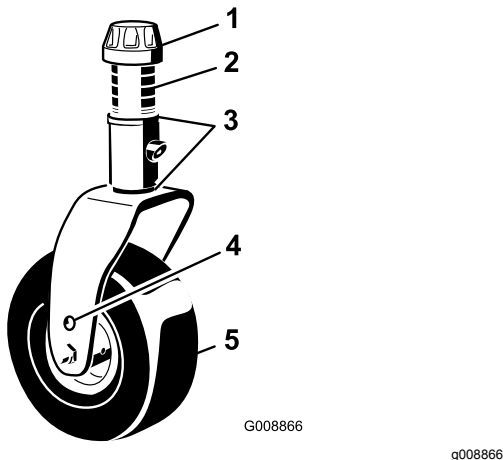

Bild 105
- Entfernen Sie die Spannkappe von der Spindelwelle und ziehen die Spindel aus dem Laufradarm heraus (Bild 105). Stecken Sie die Beilagscheiben nach Bedarf um, um das Laufrad anzuheben oder abzusenken, bis das Mähwerk die korrekte Neigung erhalten hat.